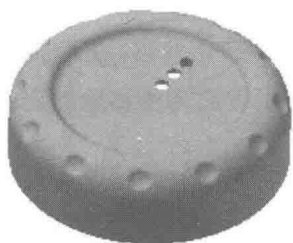
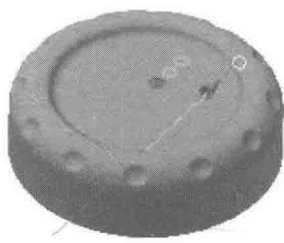
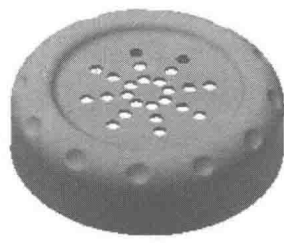

图 1.18 矩形阵列 1
图 1.19 阵列方向
图 1.20 环形阵列
Step11. 创建图 1.18 所示的矩形阵列 1。
(1) 选择命令。在 **阵列** 区域中单击 **矩形阵列** 按钮，系统弹出“矩形阵列”对话框。
(2) 选择要阵列的特征。在图形区中选取拉伸 1 特征（或在浏览器中选择“拉伸 1”特征）。
(3) 定义阵列参数。
① 定义方向 1 参考边线。在“矩形阵列”对话框中单击 **方向 1** 区域中的 **选择** 按钮，然后选取 Z 轴为方向 1 的参考边线，阵列方向可参考图 1.19。
② 定义方向 1 参数。在 **方向 1** 区域的 **数量** 文本框中输入数值 3；在 **距离** 文本框中输入数值 22。
(4) 单击 **确定** 按钮，完成矩形阵列 1 的创建。
Step12. 创建图 1.20 所示的环形阵列。在 **阵列** 区域中单击 **环形阵列** 按钮，选取“拉伸 1”与“矩形阵列”为要阵列的特征，选取“Y 轴”为环形阵列轴，阵列个数为 8，阵列角度为 360° ，单击 **确定** 按钮，完成环形阵列的创建。